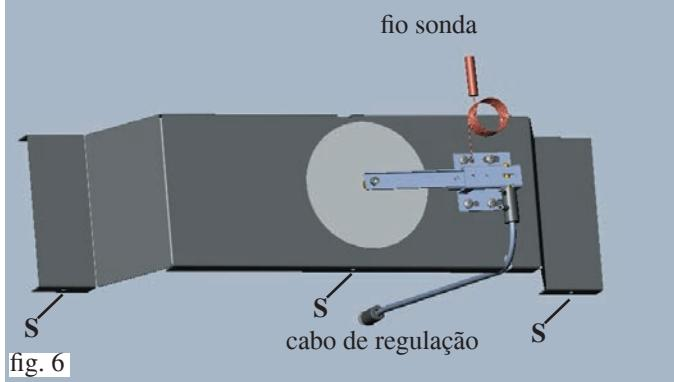

fig. 6
- Instalar a válvula termostática já pré-montada na placa de fixação (fig. 6 - pag. 151).